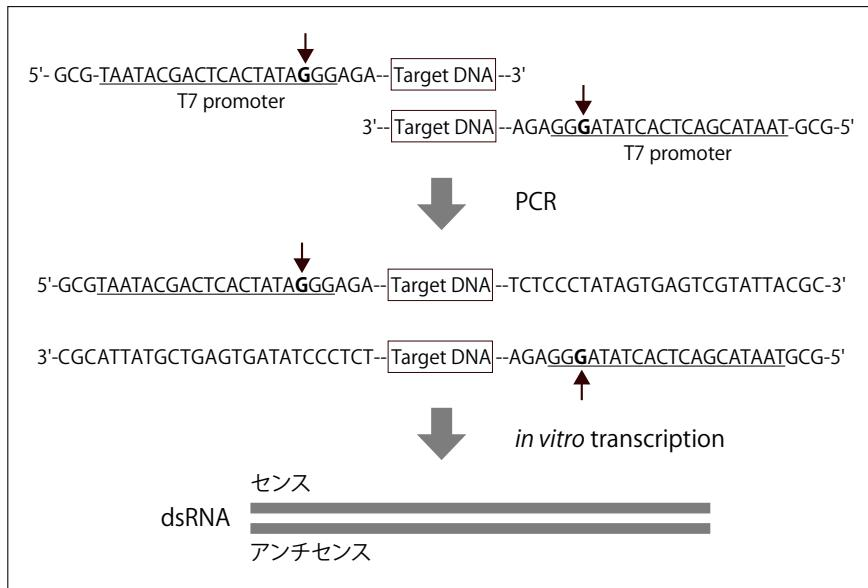

図 3. PCR による鋳型 DNA の調製
### (1) PCR による鑄型 DNA の調製 (図 3)